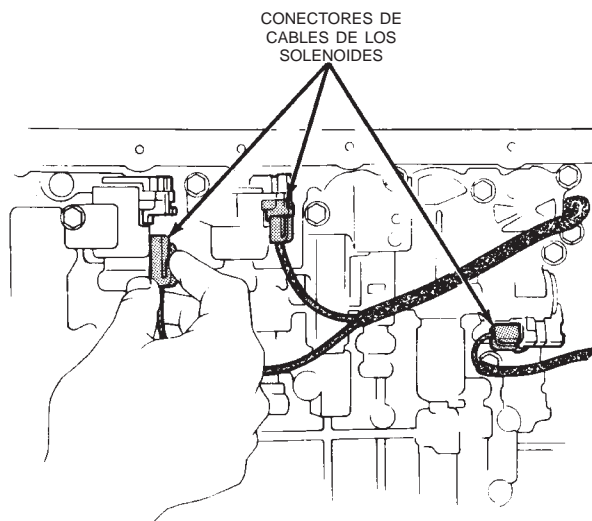
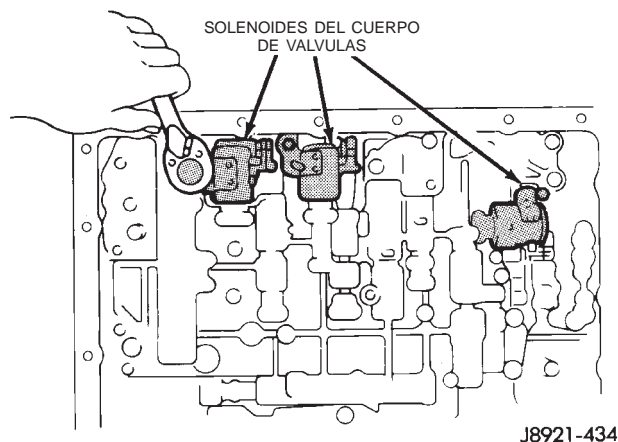

Fig. 48 Conectores de cables de solenoides
Fig. 49 Solenoides del cuerpo de válvulas de la transmisión
(4) Desconecte el conector del cable del solenoide (Fig. 48).
(5) Si se van a retirar todos los solenoides, marque o codifique los cables como referencia para el ensamblaje antes de desconectarlos.
(6) Retire el perno que fija los solenoides al cuerpo de válvulas y retire los solenoides (Fig. 49). Cuide que no se caiga ningún componente del cuerpo de válvulas al retirar los solenoides.
(7) Limpie el filtro de aceite y el colector con solvente y seque con aire comprimido.